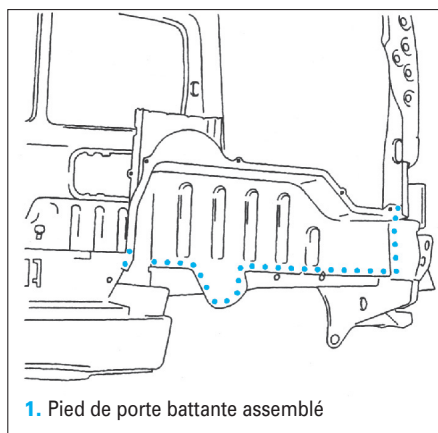

FIG. 152
- Souder par points électriques (Fig.152).